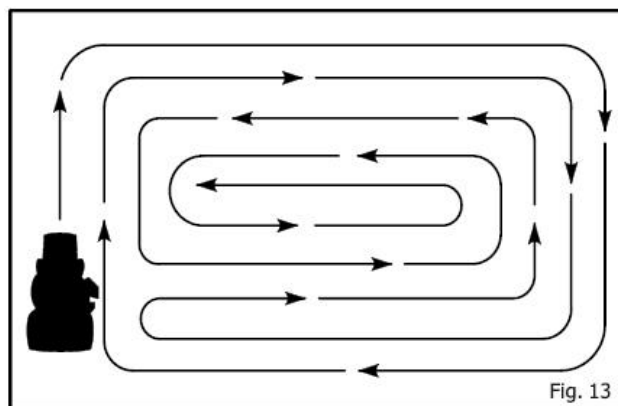

Fig. 13
8. Lorsque vous tondez de grandes surfaces, commencer en tournant vers la droite afin que l'herbe coupée soit déversée loin des arbustes, clôtures, allées, etc. Après un ou deux tours, tondre en sens inverse vers la gauche jusqu'à fin du travail (Figure 13).